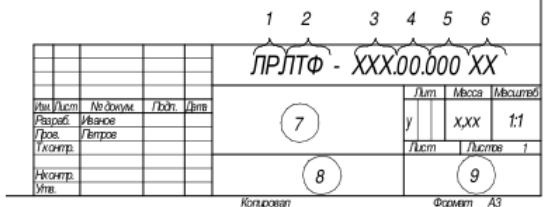

Рис. 85 – Формирование основной надписи
2. Наведите курсор на основную надпись и щелкните по ней два раза (левая кнопка мыши), основная надпись перейдет в редактирование (рисунок 85, а).